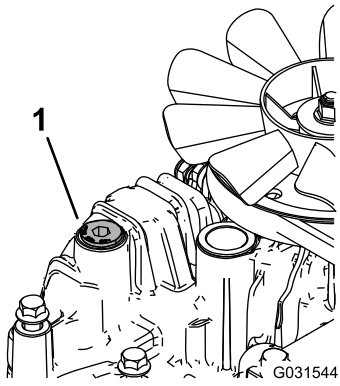

Figura 72
11. Afloje el tapón de ventilación de cada transmisión hasta que esté suelto y se mueva de un lado a otro (Figura 72).